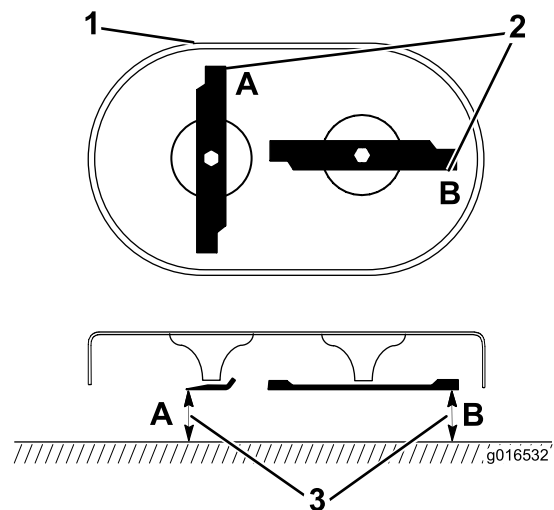

Figure 42
1. Tournez les lames à la position indiquée à la Figure 42.
2. Mesurez la distance entre une surface plane et le tranchant des lames aux points A et B, (Figure 42), et notez ces deux dimensions.
3. Tournez les lames pour faire passer les extrémités opposées aux points A et B (Figure 42).